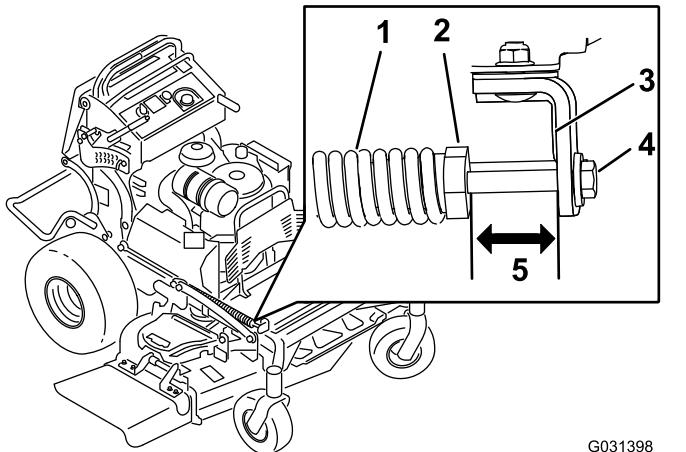

Figure 85
2. Vérifiez la longueur entre l'écrou du ressort et le côté arrière du support de fixation soudé (Figure 85).
3. La longueur doit être comprise entre 47 et 50 mm (Figure 85).
4. Le cas échéant, réglez la distance en ajustant le boulon à l'avant du support de fixation (Figure 85).